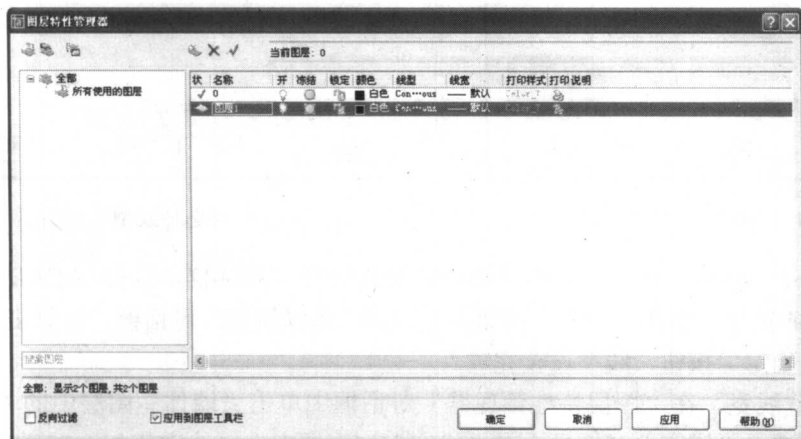

图 1-2 “图层特性管理器”对话框
(1) 单击“格式”|“图层”命令或单击“图层”工具栏中的“图层特性管理器”按钮, 弹出“图层特性管理器”对话框。单击“新图层”按钮, 新建一个图层, 如图 1-2 所示。